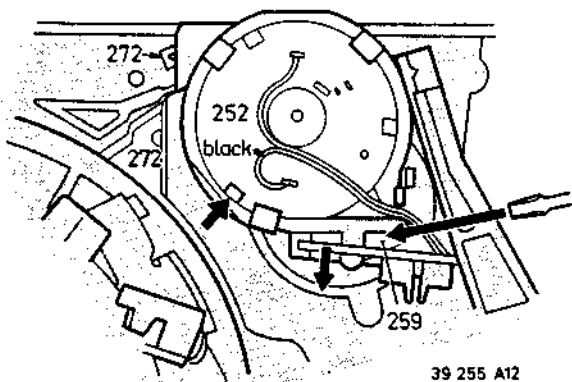

Fig. 3-1-11
Een 9-volts batterij (klein type) met de rijgmotor pos. 252 (Fig. 3-1-11) verbinden. (Voor uitrijgen: de plus-pool met de pen verbinden waaraan de zwarte draad vastgemaakt is).
Zo niet: de kleine aansluitprintplaat vanaf de houder van de rijgmotor (Fig. 3-1-11) verwijderen. Nu kan men de poelie pos. 259 zien.
- Verbindingsdraden van de motor (Fig. 3-1-11) lossolderen.
- Een 9-volts batterij (klein type) op de rijmotor aansluiten of met de hand de poelie pos. 259 bewegen, waarbij gebruik wordt gemaakt van een schroevendraaier (Fig. 3-1-11).